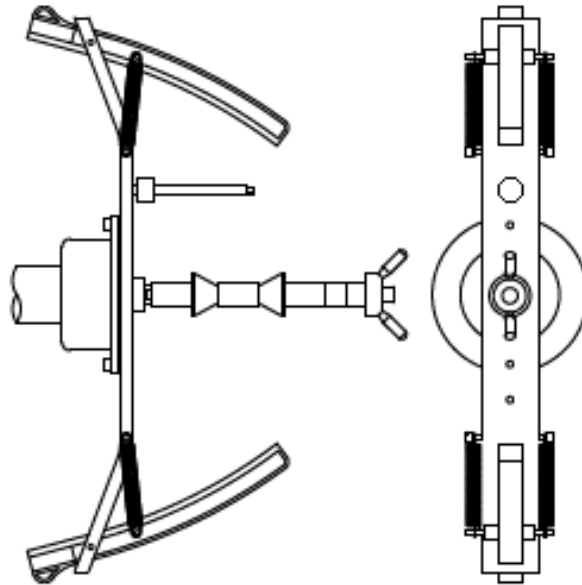

Bild F4.3 – Montage des Kalibriergewichts auf der Außenseite
10. Am Ende des Wuchtvorgangs erscheint der Schriftzug CAL h12. Montieren Sie das Wuchtgewicht nun auf der Außenseite wie in Bild F4.3 zu sehen. Das Kalibriergewicht muss wieder auf das Loch mit der Markierung CAL.